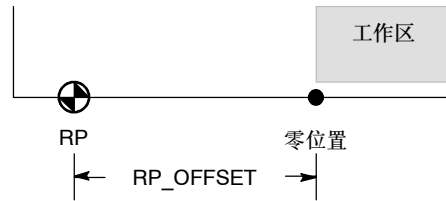

图9-15 RP与零位置的关系
- 位控向导提供高级参考点选项，可以指定一个RP偏移量（RP_OFFSET），这个偏移量是指从RP到零位置的距离，参见图9-15。